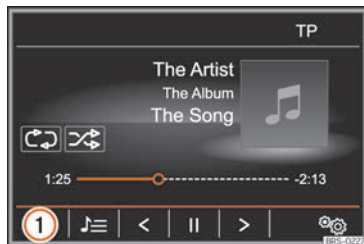

Fig. 211 Menú principal MEDIA.
- Pulse en la pantalla principal MEDIA el botón de función » fig. 211 ① y seleccione **Audio BT**.